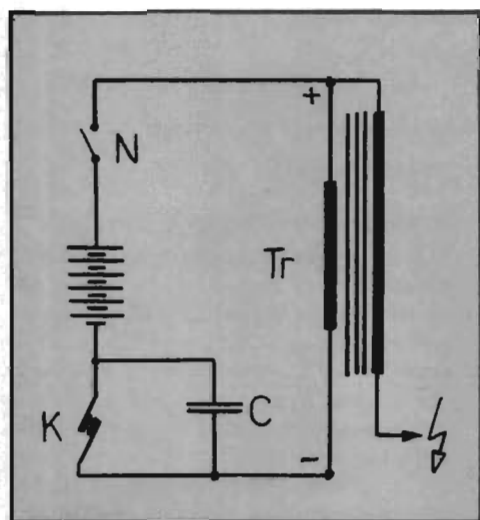

Fig 1. Principschema för det konventionella tändsystemet: N=tändningsnyckel, Tr=tändspole, C=brytarkondensator och K=brytarkontakter.
■■ Vi inleder denna artikelserie med en repetition av det konventionella tändsystemet. Fig 1 visar dess principschema.